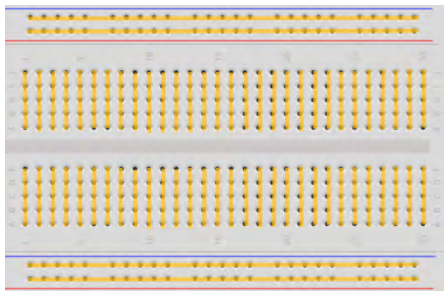

Abbildung 4 – Innere Verdrahtung eines Steckbrettes. Die ikonischen Abbildungen sind mit der Software Fritzing erstellt.
- Beachten Sie die innere Verschaltung von Steckbrettern: Die Spannungsleisten sind durchgängig verbunden, die übrigen Leisten jeweils zeilenweise bis zur Unterbrechung in der Mitte (Abb.4).